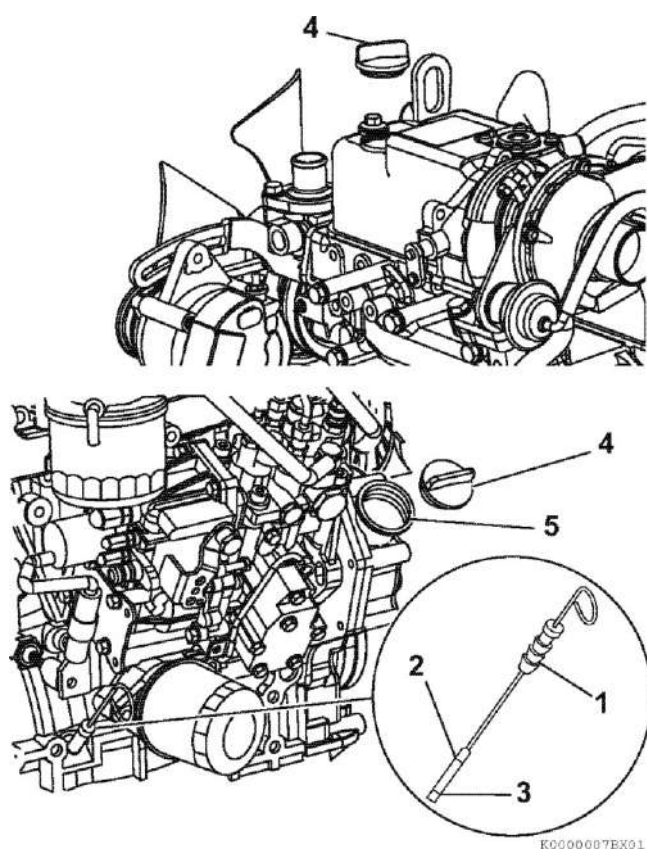

Рисунок 28
2. Вытащить щуп для измерения уровня масла (Рисунок 28 (1)) и протереть его чистой тряпкой.
4. Вытащить крышку маслосаливной горловины / щуп для измерения уровня масла. Уровень масла считается нормальным, если он находится между верхней отметкой максимум (Рисунок 28 (2)) и нижней отметкой минимум (Рисунок 28 (3)) на масляном щупе.
3. Добавьте необходимое количество моторного масла через верхнее или боковое отверстие маслозаливной горловины (Рисунок 28 (5)).